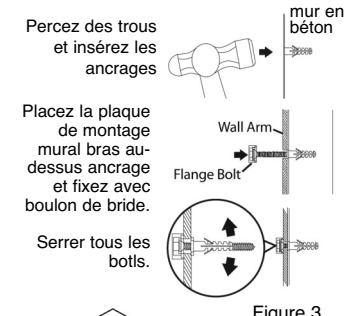

Figure 3
- b. Insérez les boulons à bride deux (M) dans le mur ancrés dans la plaque murale. S'assurer que le bras mural est monté avec les fentes clé vers le haut (Figures 3 et 4).
- b. Insert two flange bolts (M) into the wall anchors through the wall plate. Be sure the Wall Arm Assembly is mounted with the key slots pointing upwards (Figures 3 & 4).